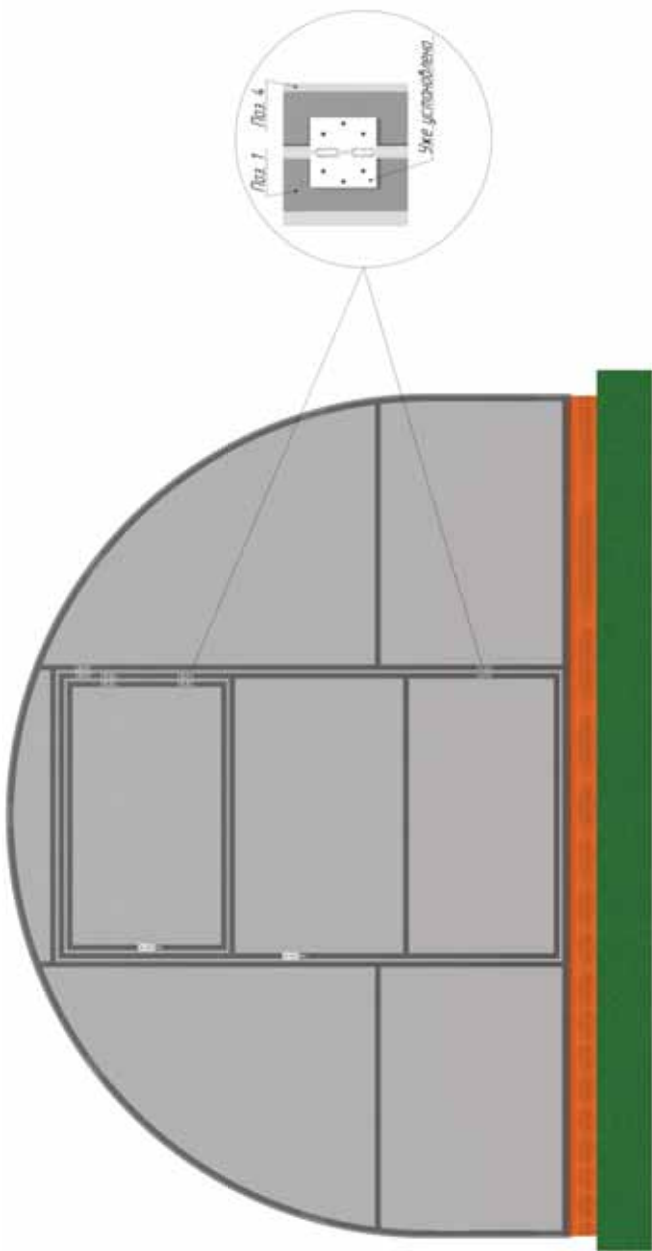

Рис. 4. Схема раскроя поликарбоната для дверей и форточек
3. Прорезать проем форточки и двери (особое внимание уделить петлям) (рис. 4).